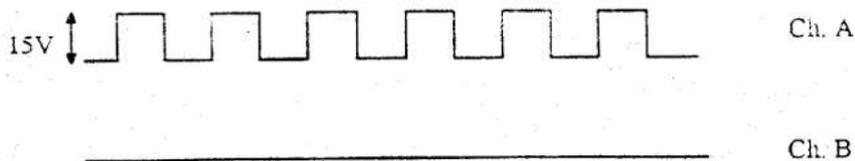

fig. 2
- Mettere il potenziometro sul pulpito di comando al minimo. Dare i comandi di alta tensione, reset e lavoro. Le forme d'onda visualizzate sull'oscilloscopio saranno le seguenti (fig. 2):